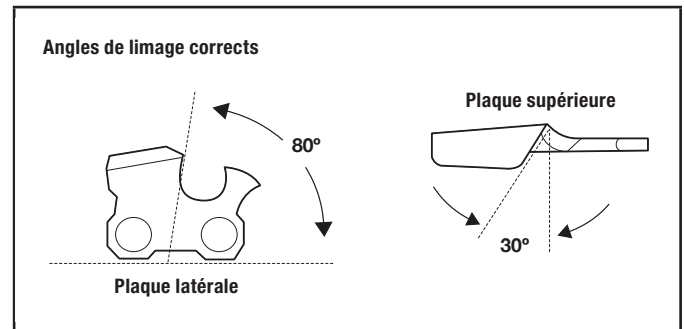

Figure 34
- 2d. Effectuez quelques passes fermes sur chaque dent. Lorsque l'affûtage est adéquat, la plaque supérieure est à un angle de 30° et la plaque latérale est à un angle de 80° (Fig. 34). L'utilisation de la bonne lime et du bon porte-lame produit automatiquement les angles appropriés.